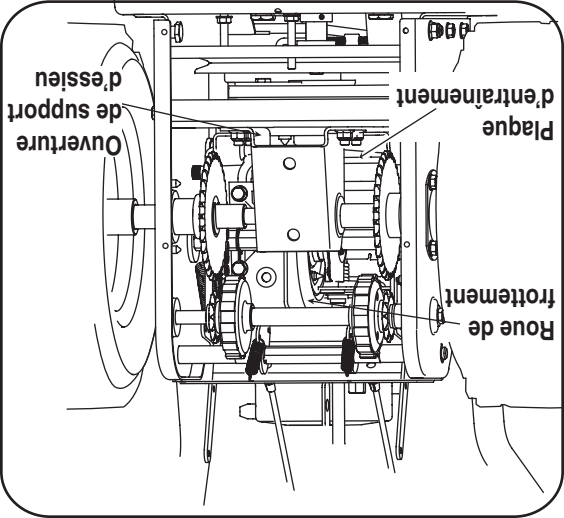

Figure 5-3
3. Débrayez la commande de l'entraînement et vérifiez s'il y a suffisamment d'espace entre la roue de frottement et la plaque d'entraînement, à toutes les positions du levier de vitesses. Voir la Figure 5-3.
4. Embrayez la commande de l'entraînement, vérifiez si la roue de frottement touche la plaque d'entraînement. Voir la Figure 5-3. Sinon, faites l'ajustement suivant :